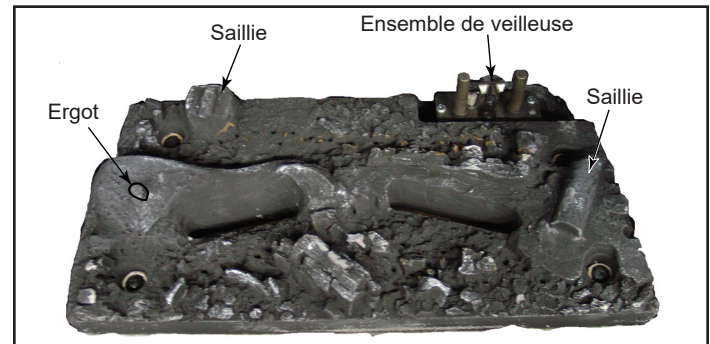
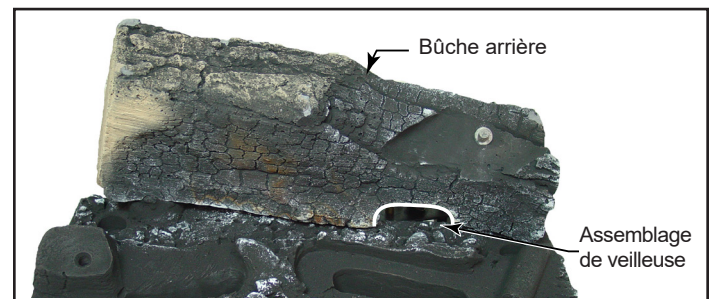

Figure 3.26 – Bûche arrière
Figure 3.27 – Nervures pour les bûches
2. Installez la bûche arrière en faisant correspondre l'encoche située au bas de la bûche et la saillie à l'arrière gauche du lit de braises (figure 3.26). Assurez-vous que la découpe dans le côté droit de la bûche est posée autour de l'assemblage de la veilleuse et que la veilleuse n'est pas obstruée (figure 3.27).